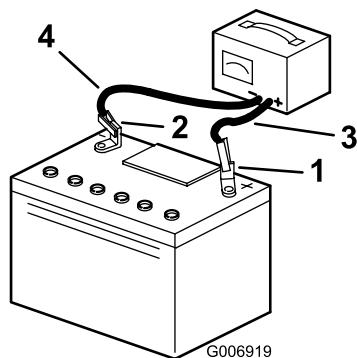

Figura 29
- Desconecte los cables del cargador de los bornes de la batería (Figura 29).